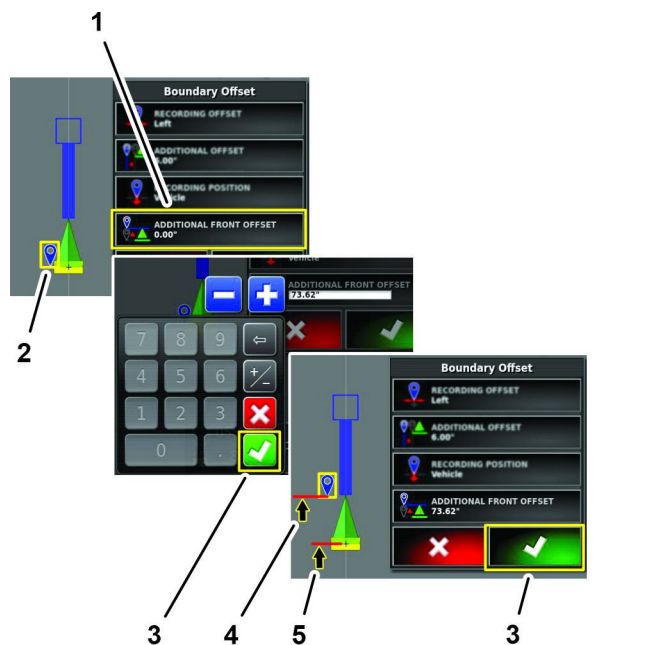

Figura 200
- Pressione o ícone AFASTAMENTO DIANTEIRO ADICIONAL (Figura 200).
- Utilize o teclado virtual para inserir a distância de afastamento dianteiro e, em seguida, pressione o ícone Confirmar (Figura 200).